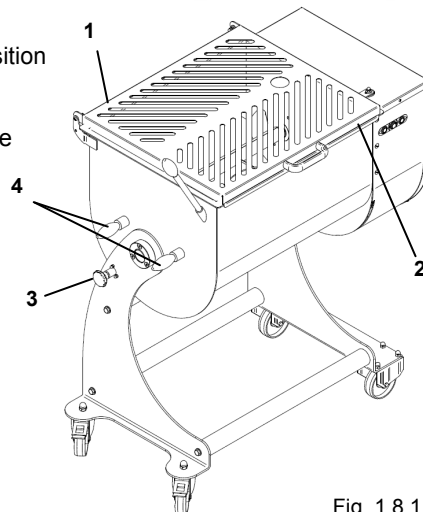

Fig. 1.8.1
- 2 - Microrupteur (Fig. 1.8.1).